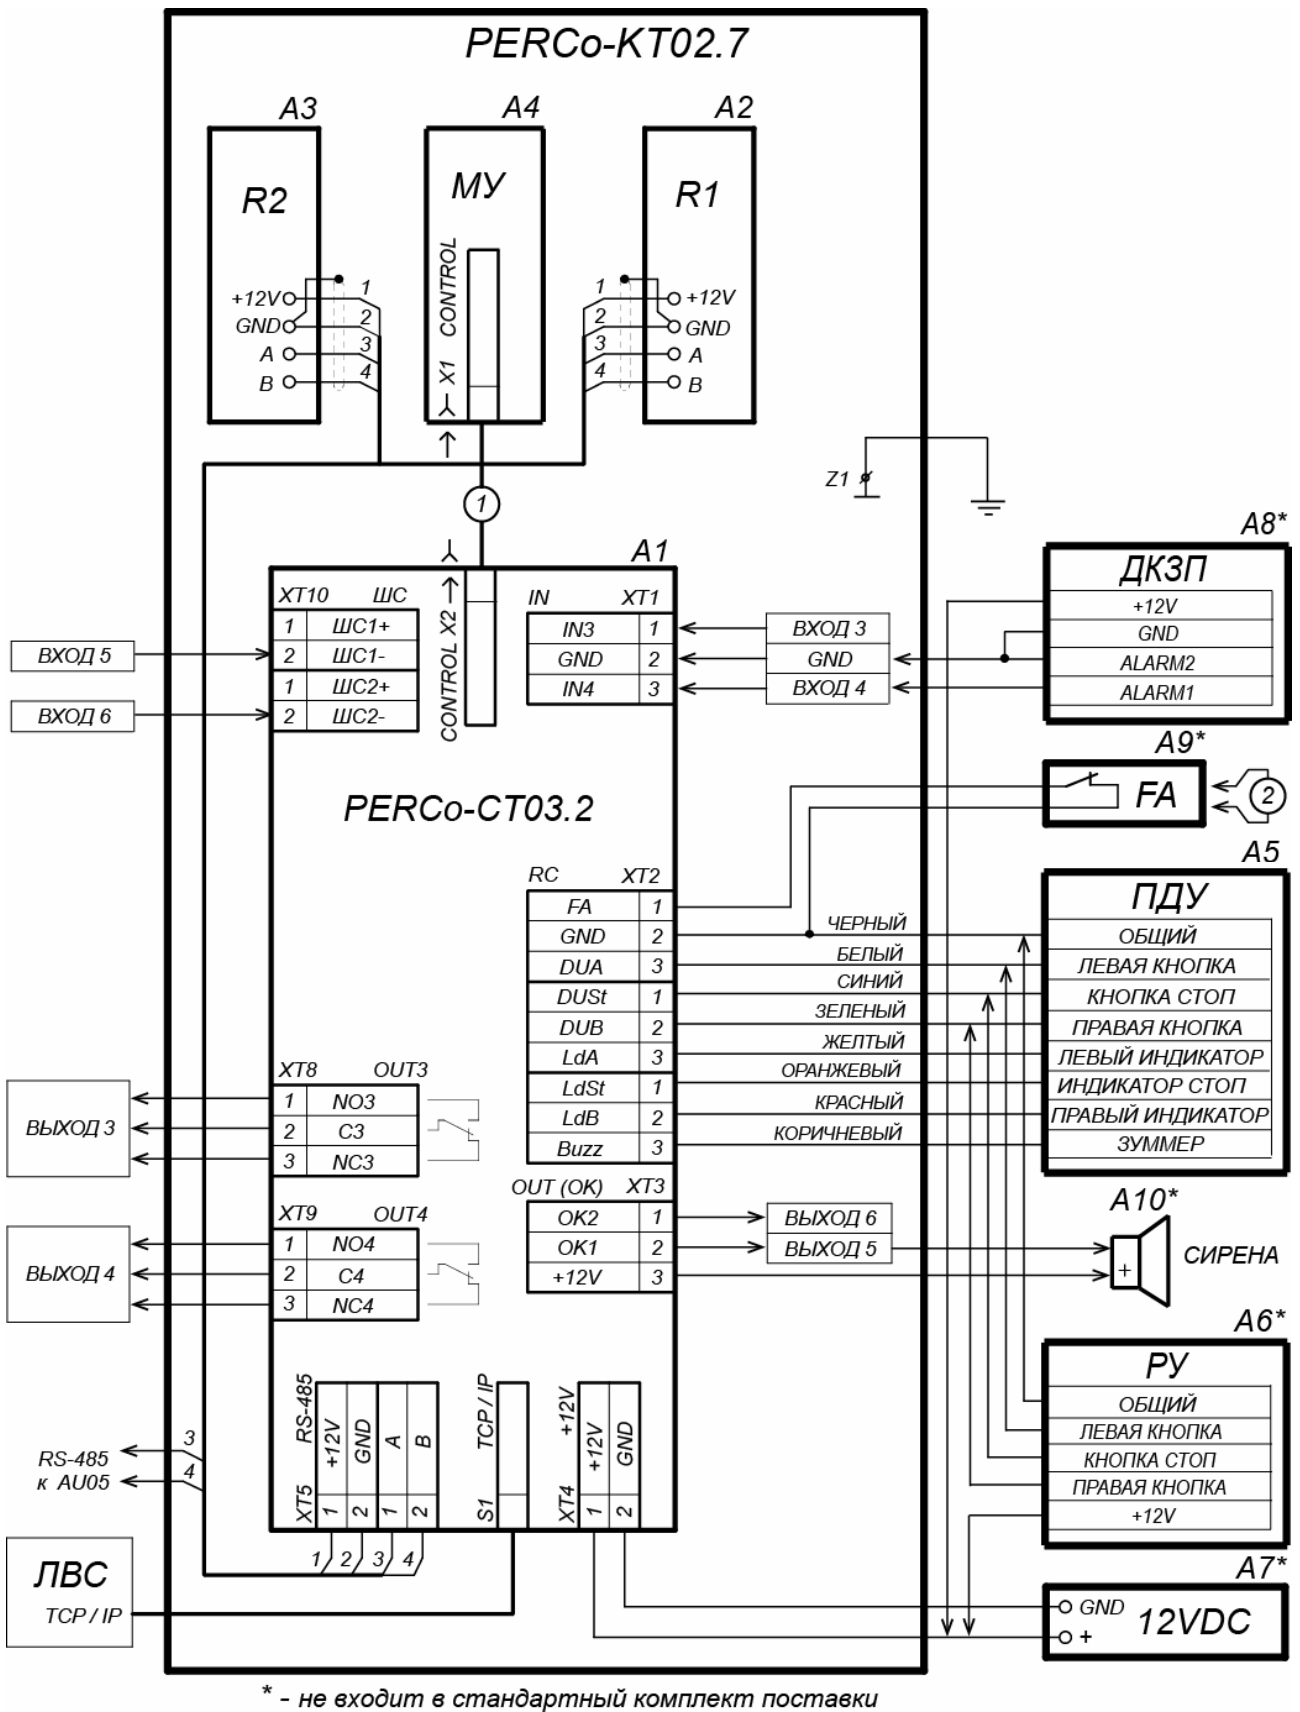

Рисунок 12. Схема подключения ЭП и дополнительного оборудования
Расположение клеммных колодок на нижней плате контроллера ЭП показано на рис. 5, назначение контактов клеммных колодок указано в табл. 1. Схема подключения приведена на рис. 12. Используемые при подключении типы кабелей указаны в табл. 4. При монтаже ЭП придерживайтесь следующей последовательности действий:
- позиционные обозначения A1-A4 и Z – указаны на рис.12
10. Подключите кабель питания (12) к клеммной колодке **XT4** на нижней плате контроллера согласно схеме, приведенной на рис. 12.
11. Подключите кабель (10) ПДУ (9) к клеммной колодке **XT2** согласно схеме, приведенной на рис. 12.
12. Подключите, при необходимости, кабели от других устройств к соответствующим клеммным колодкам нижней платы контроллера согласно схеме, приведенной на рис. 12.